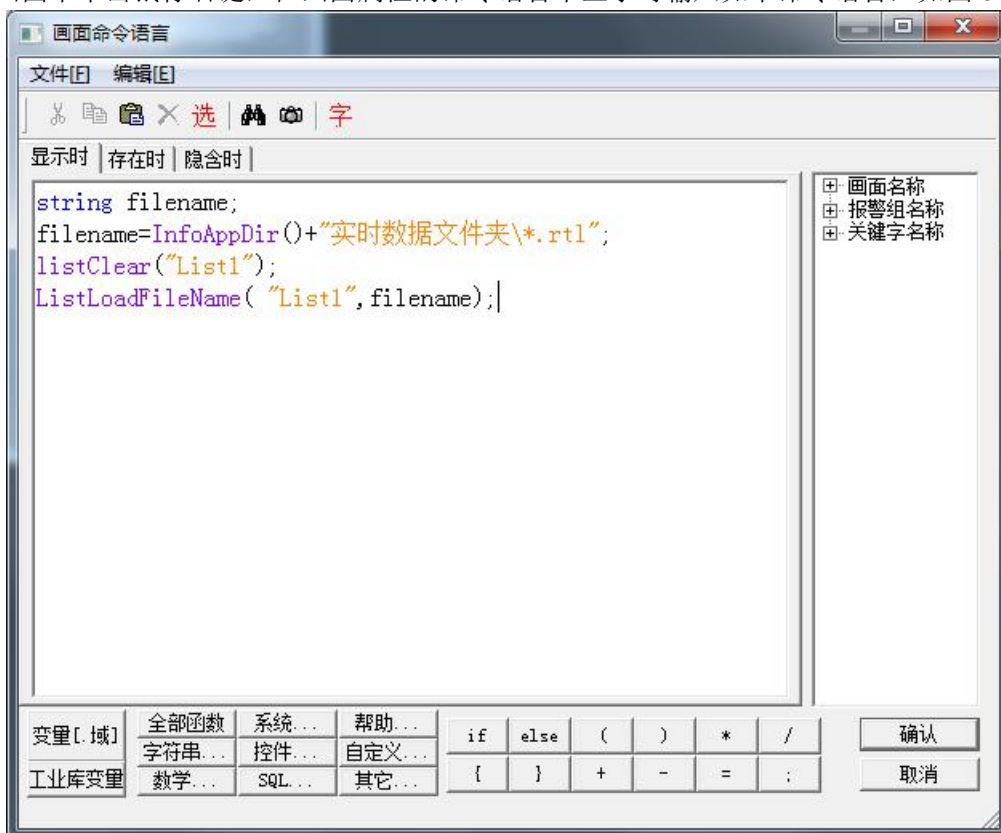

图 8-15
6、在画面中单击鼠标右键，在画面属性的命令语言中显示时输入如下命令语言，如图 8-15 所示。